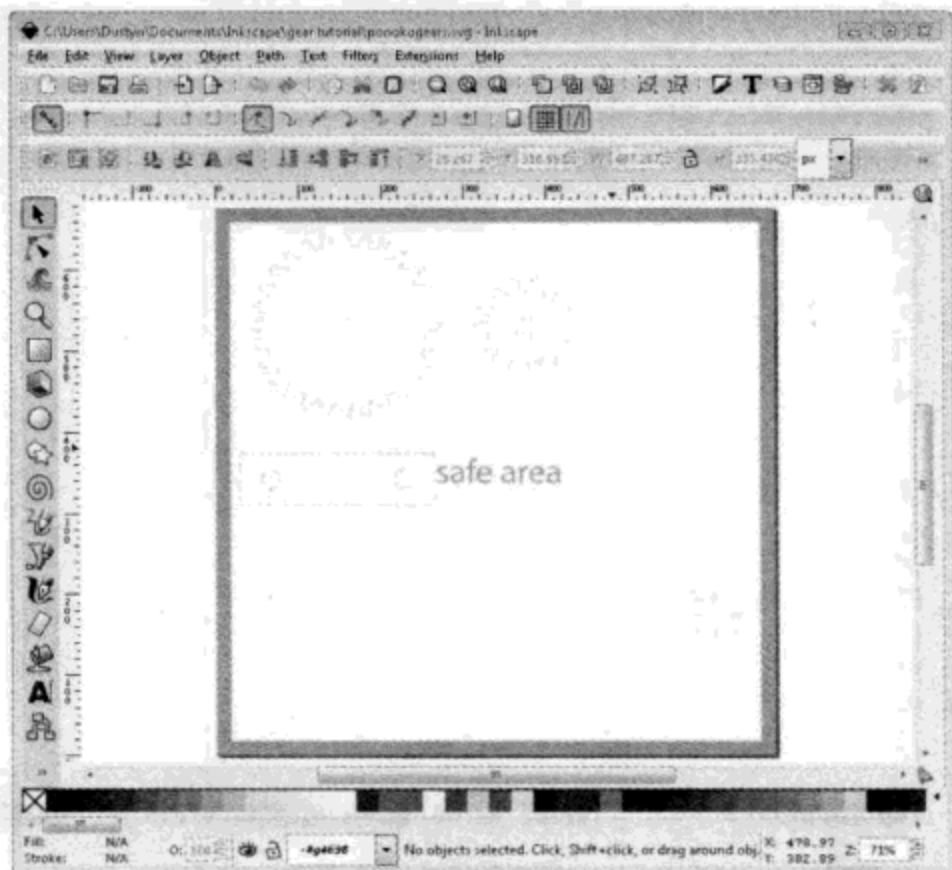

图7.35 把齿轮与基座传送到Ponoko模板
②打开之前下载的“P1.svg”模板。选中你画的所有的图形，把它们拷贝并粘贴到这个模板中，如图 7.35 所示。不用理会橙色的边框与文字。